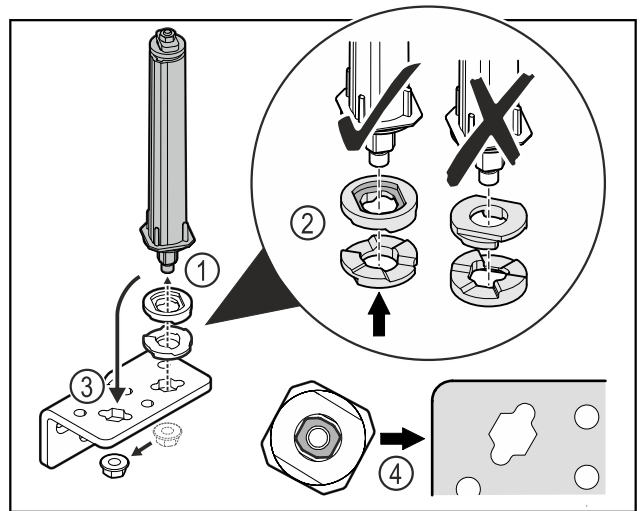

Fig. 30
- ▶ Mutter lösen und Türschließsystem entfernen Fig. 30 (1).
- ▶ Auf die korrekte Ausrichtung der Höhenverstellerscheiben achten Fig. 30 (2).
- ▶ Türschließsystem im Scharnierwinkel umsetzen und mit der Mutter fixieren Fig. 30 (3).
- ▶ Beim Einsetzen auf die korrekte Ausrichtung des Türschließsystems achten Fig. 30 (4).